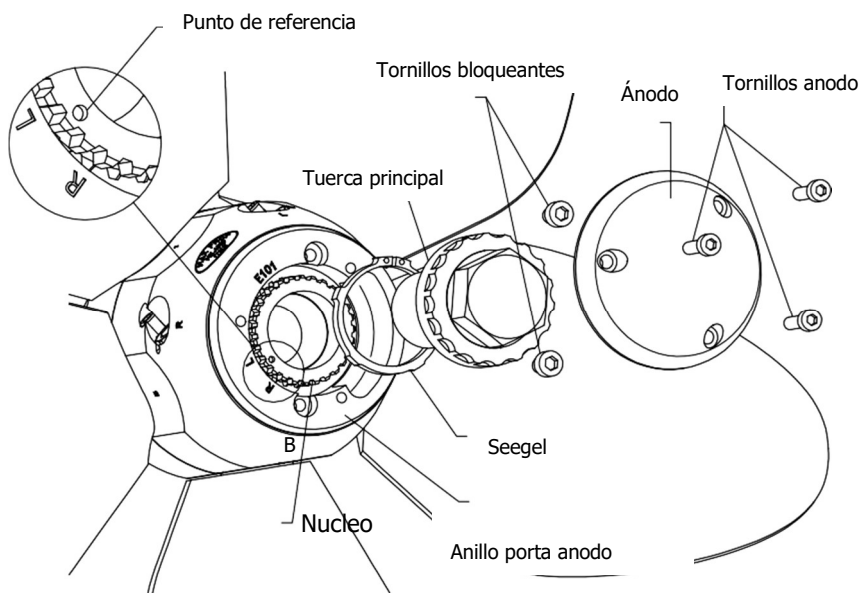

fig. 6
- f. Si se monta el anillo porta zinc sobre el punto haciendo corresponder la marca R, la hélice será dextrógira. Si se monta el anillo porta zinc sobre el punto haciendo corresponder la marca L, la hélice será levógira. (Ver detalle fig. 6).